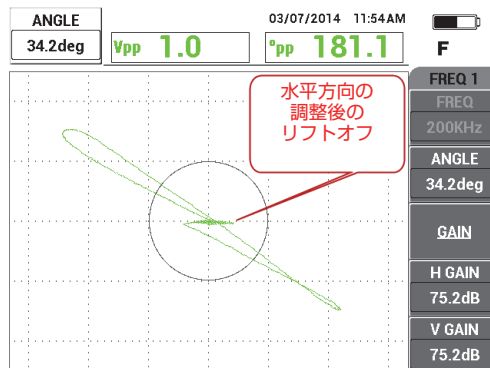

図 5-56 信号をできる限り水平に設定する
6. 位相キー (◀⊕) を押し、リフトオフ (プローブのモーション) 信号がなるべく水平になるように、ノブを使って信号の位相を調整します (170 ページの図 5-56 を参照)。